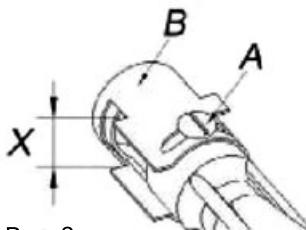

Рис. 9
- Регулировка поступления воздуха в горелку духовки (рис. 9):